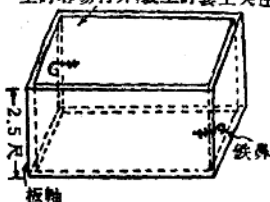

图5
2. 木斗：用 3 公分厚的大块板做成，長方形斗子，上底放在斗車底的架子上，側面兩块板做成活的，可以开关，易倒土(如图 5)。